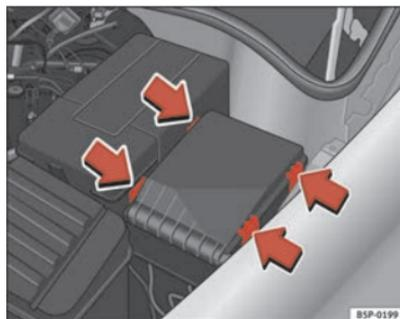

Fig. 176 Cache du boîtier de fusibles dans le compartiment moteur ▶
- Retirez le cache de fusibles du compartiment moteur en faisant pression sur les languettes vers le centre du cache ⇒ page 268, fig. 176.